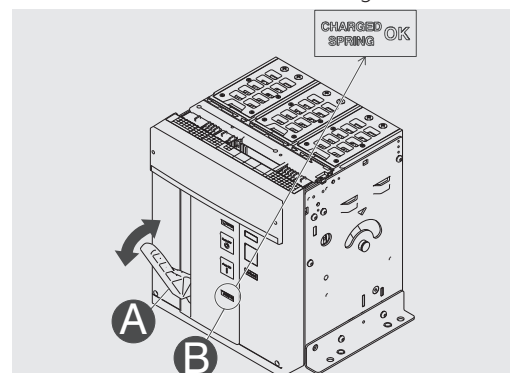

Figura 26
2. Carga de los resortes - Tirar de la palanca [A] hacia abajo varias veces hasta que el indicador de resortes cargados [B] se ponga amarillo - "CHARGED SPRING" como se indica en Figura 26.